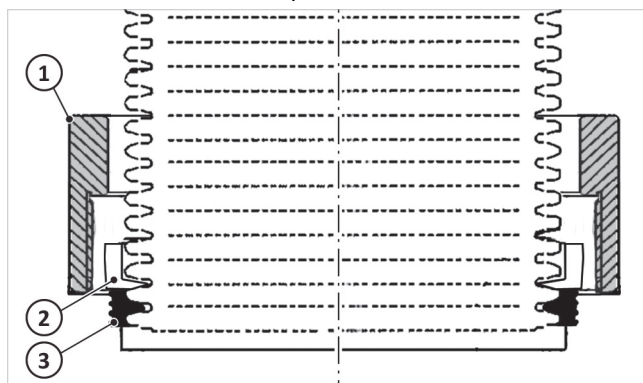

Fig. 10: raccordo a vite inserito
3. Secondo → Fig. 10 spingere il dado di sicurezza (1), l'anello elastico (2) e la guarnizione (3) nell'estremità inferiore del raccordo per lo scarico dei fumi.
5. Montare rivolto verso il basso il raccordo per lo scarico dei fumi (vedi → fig. 10) con il dado di sicurezza.